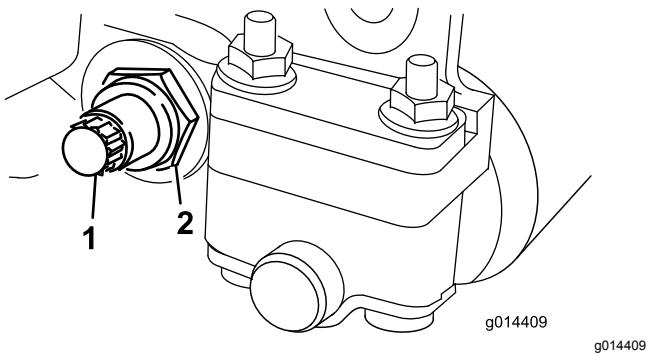

図 21
- ベッドバー bolt 図 21を固定しているロックナット機体両側をゆるめる。
- 各ベッドバー bolt を抜いてベッドバーを下に引き抜いてカッティングユニットから外す図 21。